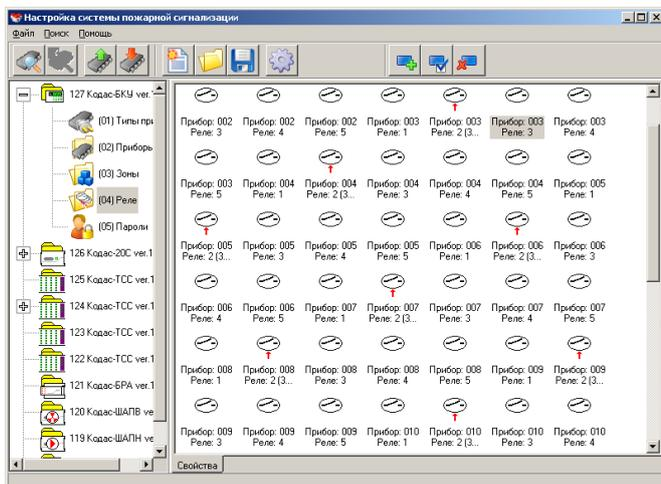
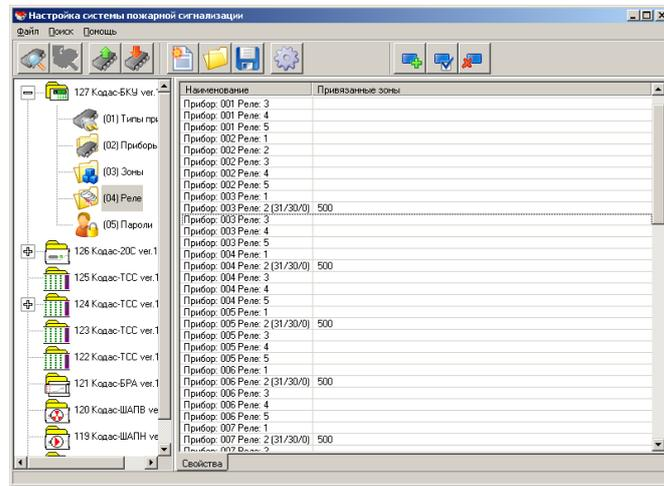

Рис. 14
Рис. 15
При выделении узла «(04)Реле» в правом окне отображается список реле тех блоков (Кодас-20С и Кодас-БРА), которые включены в конфигурацию Кодас-БКУ (см. рис 14 в графическом виде, рис 15 в текстовом). На рис 14, те реле, которые привязаны к зонам, отмечены символом «↑», на рис. 15, для реле, привязанных к зонам, после номера реле в скобках формируется запись вида XX/YY/ZZ, где XX-номер программы управления; YY-время управления в сек.; ZZ-время задержки управления в сек.,.В графе «Привязанные зоны» указываются номера привязанных зон.
- нажмите кнопку «>», при этом выделенные зоны переместятся в правое окно и станут “привязаны” к реле, для которого вызывалось диалоговое окно «Свойства» (рис. 14 или рис. 15). В этом же окне выполняется обратная процедура перевода зоны из состояния привязки к реле в “свободное” состоянием кнопкой «<<».